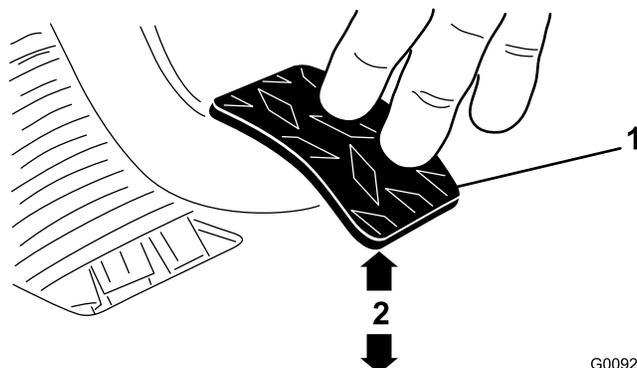

図 62
3. ジャムナットまたはボールジョイントを調整する 1.8 kg の力でクラッチペダルを踏んだ時にペダルの裏面の下端が床のダイヤモンド柄の頂部から 9.2-9.8 cm になるようにする(図 62)。